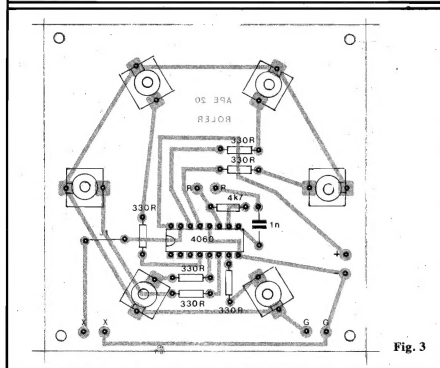

Fig. 3
A fig. 3 (placa vista pelo lado não cobreado, com o "chapeado" da montagem) detalha o posicionamento das peças sobre o Circuito Impresso. Observar a posição do Integrado, os valores dos resistores, a colocação dos 6 jagues e a existência de um **jumper** (J1), formado por um simples pedaço de fio interligando duas ilhas. Algumas "não ocupadas" na fig. 3 destinam-se às ligações externas detalhadas adiante.
- 4-A - Os terminais **vivo** (V) e **terra** (T) de cada um dos 6 jaques deverão ser "encompridos" com pedaços de fio n° e rígido previamente soldados a esses terminais.
- 4-B - Estilização dos jaques no "chapeado" (fig. 3) destacando-se a importante identificação dos seus terminais.